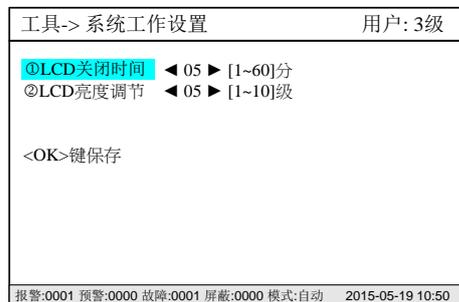

图 27-3
2. 按“→”键选择“工具”子菜单（图 27-2），按“↓”键选择“LCD 参数设置”，然后按“OK”键，设置界面显示（图 27-3）。